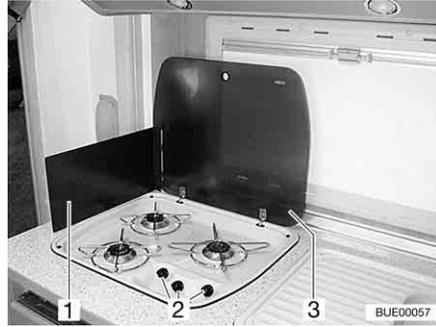

Fig. 184 Cocina de gas
- Abrir la tapa de la cocina de gas (Fig. 184,3).
- Según el modelo, desplegar o colocar la chapa guardallamas (Fig. 184,1).
- Girar el regulador giratorio (Fig. 184,2) correspondiente al quemador deseado a la posición de encendido (llama alta).